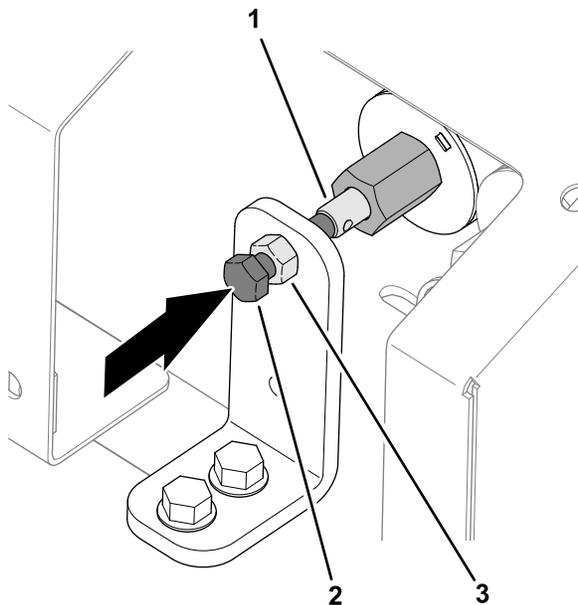

Рисунок 35
1. Ослабьте контргайку на кронштейне для перехода на ручное управление (Рисунок 35).
2. Поверните винт с шестигранной головкой, предназначенный для ручного управления клапаном, по часовой стрелке для увеличения скорости движения транспортера (Рисунок 35).